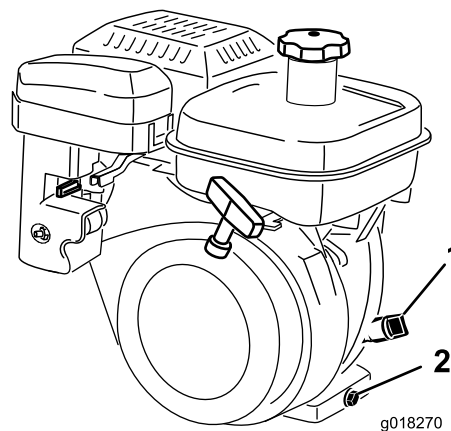

Figura 30
2. Posizionate il tosaerba in modo che il motore sia a livello, e pulite attorno al misuratore del livello dell'olio (Figura 30).
3. Estraete l'asta del livello dell'olio facendola girare in senso antiorario (Figura 30).
4. Tergete l'asta indicatrice del livello dell'olio ed inseritela nel foro di riempimento. Non avvitate l'asta nel foro. Rimuovetela e controllate il livello dell'olio. Se il livello è basso, rabboccate soltanto fino a raggiungere la posizione intermedia tra H e L sull'asta di livello (Figura 30). Controllate il livello dell'olio. Non riempite troppo.
2. Collocate una bacinella sotto il tappo di spurgo, dietro la macchina (Figura 30). Allentate il tappo di spurgo.